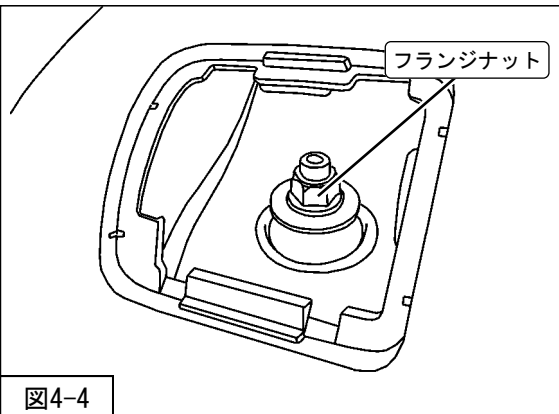

図4-4
5. フランジナット (締付トルク : 29N・m) を取付けてください。(図4-4)